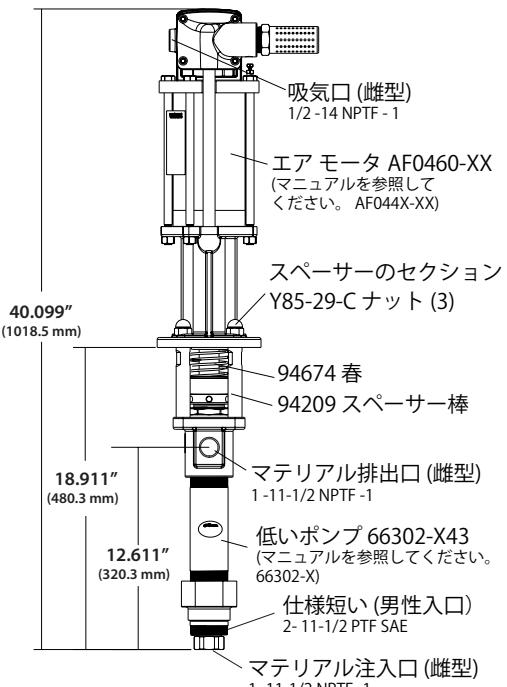

図 1
- 3 つの (Y85 29 C) ナット 3 スペーサー棒から削除します。(図 1 を参照)。